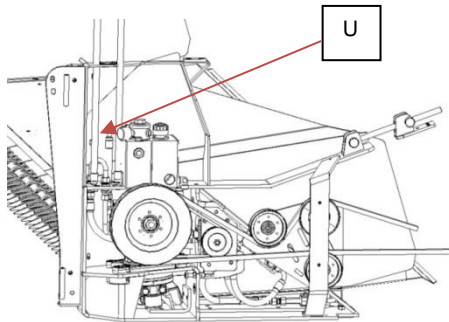

Abb. 1
- Die Seitenschutzhaube (A) abschrauben, den senkrechten Stab- die Türangel herausziehen und die Schutzhaube abnehmen (Abb.1)
- Die Verbindung bypass (U) abschrauben – die Röhre in U-Form Abb.1